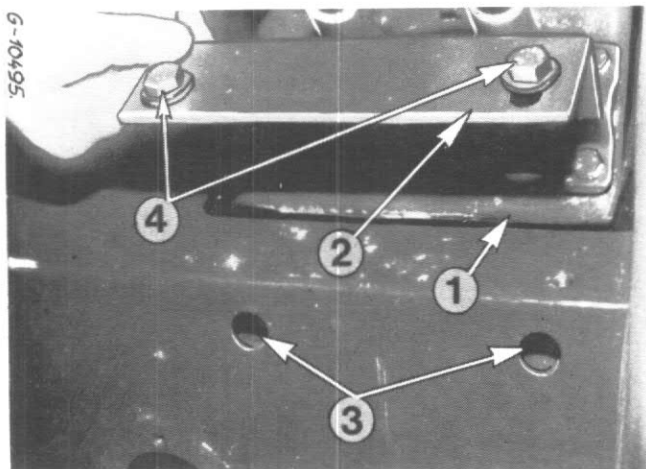

Fig. 35
- 18. Enlever les cornières supports (2, Fig. 35) de la console des leviers de commande à l'avant et à l'arrière, voir les repères 3 et 7, Fig. 60.